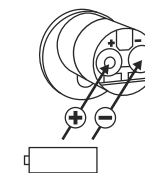

Fig. 2
- ① Avec le tournevis TX8 fourni, retirez la vis sur la face intérieure de la porte à l'extrémité avant du bouton et ouvrez le couvercle. On peut faire tourner la vis seulement jusqu'à l'ouverture du couvercle, elle ne tombe pas. (Fig. 2).